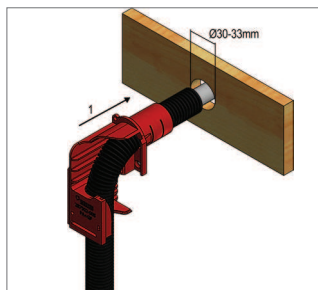

Fig. 5-41
- **Steg 1:** Fäst väggbockfixtur 25 i det förborrade hålet (d = 30-33 mm) och skjut den genom kortlingen tills den ansluter helt (Fig. 5-41).